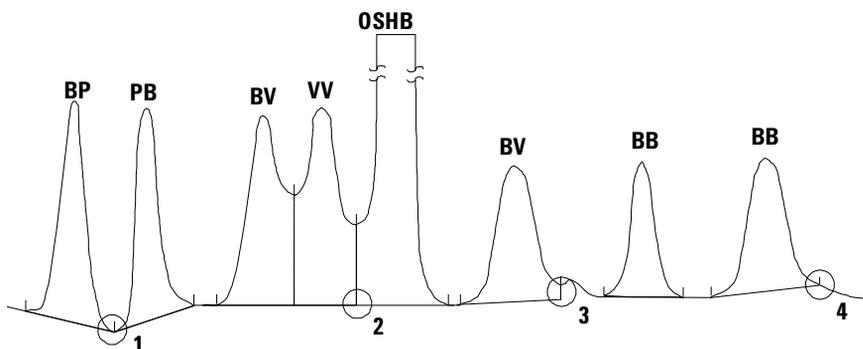

Abbildung 23 Konstruktion einer modifizierten Basislinie
Die meisten Analysen ergeben ein komplizierteres Chromatogramm als das, welches in Abbildung 23 dargestellt ist. Der Integrator verändert die Basislinie nach folgenden Regeln:
- Wenn ein Peak die Basislinie schneidet (BP und PB) geht die Basislinie durch den niedrigsten Punkt des Peaks gemäß Punkt 1 in Abbildung 23.
- Wenn ein Lösungsmittelpeak nach Verwendung einer tangentialen Anpassung nicht auf der Basislinie beginnt, wird die Basislinie durch einen Punkt gelegt, der auf einer horizontalen Verlängerung des letzten gefundenen Basislinienpunktes und dem Anfang des Lösungsmittelpeaks liegt, vgl. Punkt 2 in Abbildung 23. Die Buchstaben OSHB bedeuten "Overflow solvent horizontal Baseline" und besagen, dass das Signal den linearen Bereich des Detektors überschritten hat.
- Wenn ein Peak in einem nachfolgenden Tal endet, der folgende Peak aber die Vorgabe des Wertes für "Area Reject" (Mindestfläche) nicht erreicht, wird die Basislinie vom Anfang des Peaks zum nächsten gefundenen Basislinienpunkt gemäß Punkt 3 in Abbildung 23 gezogen. Bei einem Peakstart unter denselben Umständen wird dieselbe Regel angewandt.